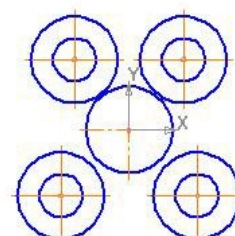

Рис.1,в
3. Выделив «**рамкой**» последние две окружности, скопируем их, поместив их центры в точку «2» с координатами $X=20$, $Y=26$ (Рис.1,б)